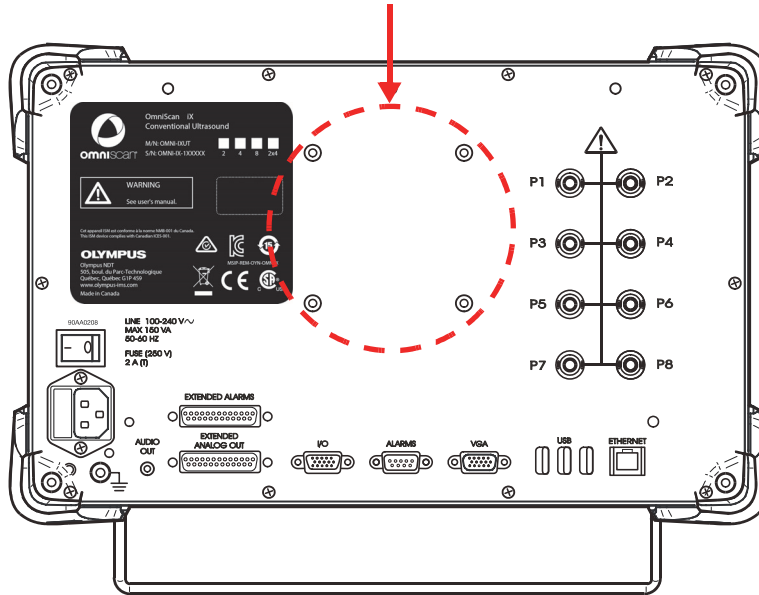

图 3-2 用于安装转动支架组装件的螺钉孔
2. 使用螺钉和仪器后面板上的 4 个专用于安装转动支架的螺钉孔，将转动支架组装件固定到 OmniScan iX 仪器的后面板上（参见第 31 页的图 3-2）。